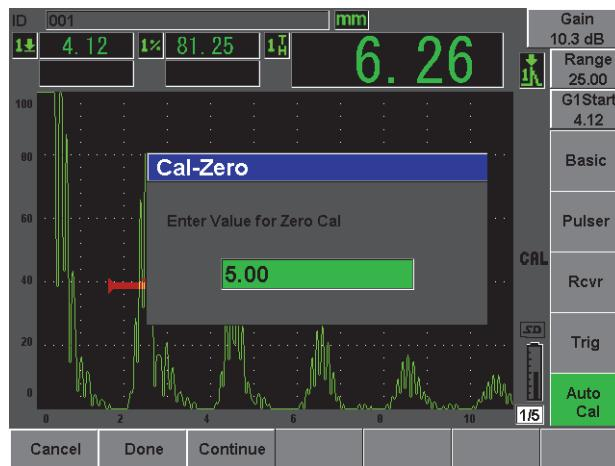

图 2-15 校准零位数值
6. 按Cal-Zero (校准零位) (参见第45页的图2-15)。